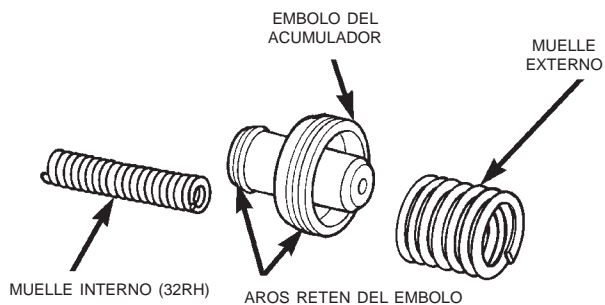
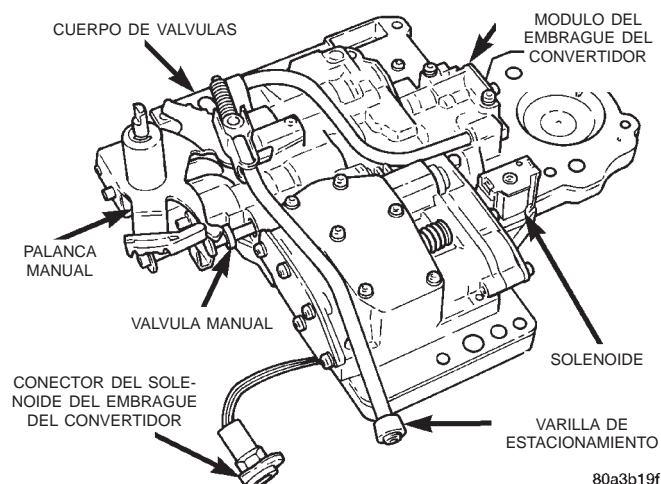

Fig. 32 Embolo y muelles del acumulador
Fig. 33 Cuerpo de válvulas
(7) Retire los tornillos de fijación del cuerpo de válvulas.
(8) Baje el cuerpo de válvulas lo suficiente como para retirar el émbolo y el muelle del émbolo del acumulador (Fig. 32).
(9) Tire del cuerpo de válvulas hacia adelante para desacoplar la varilla de estacionamiento.
(10) Extraiga el eje de la palanca manual y el conector del solenoide de la caja de la transmisión.
(11) Baje el cuerpo de válvulas, hágalo girar para separarlo de la caja, tire de la varilla del seguro de estacionamiento para extraerla del calce y retire el cuerpo de válvulas (Fig. 33).